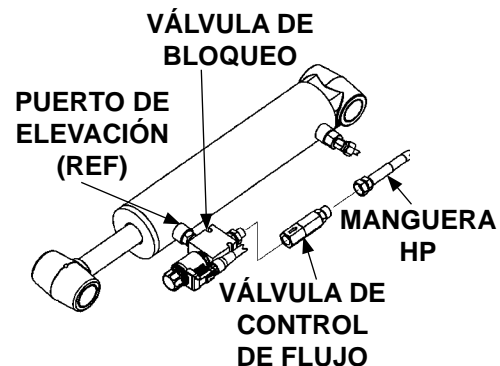

FIG. 37-3
2. Inspeccione el cilindro hidráulico con la plataforma sobre el suelo, retire el tapón respiradero o línea de ventilación del puerto de ventilación/ descenso del cilindro (FIG. 37-3). Eleve la plataforma hasta nivel de cama. Deje accionado el motor dos segundos más mientras inspecciona el puerto de ventilación/descenso en busca de fluido hidráulico; es normal que salgan unas cuantas gotas, pero si es un flujo constante, los sellos del pistón están desgastados. De ser así, reemplace los sellos.
3. Inspeccione y limpie la válvula de control de flujo en la línea hidráulica de alta presión conectada al cilindro. Cuando la vuelva a colocar, asegúrese de que la orientación de la flecha en la válvula sea como la que señala en la FIG. 37-3.